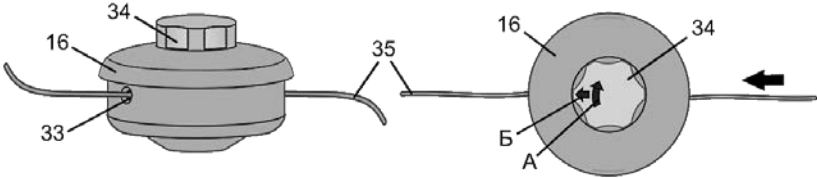

Рисунок 10
5.3 Заміна різальної жилки в катушці (дивіться рисунок 10):
- прокручуйте головку (34) катушки (16) в напрямку стрілки (А) до тих пір, поки стрілка (Б) не буде збігатися з одним з отворів (33) у корпусі катушки;
- просуньте різальну жилку (35) крізь отвір (33) у напрямку стрілки (Б), поки її кінець не з'явиться в отворі з протилежного боку та протягніть жилку крізь катушку на половину своєї довжини;
- прокручуючи головку (34) катушки в напрямку стрілки (А), намотайте жилку. Довжина виходу кінців різальної жилки з катушки з кожного боку не повинна перевищувати 15-17 см.